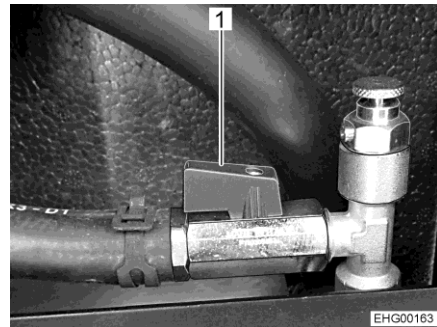

Fig. 179 Robinet à bille (ouvert)
- Placer le levier (Fig. 179,1) parallèlement à la conduite.